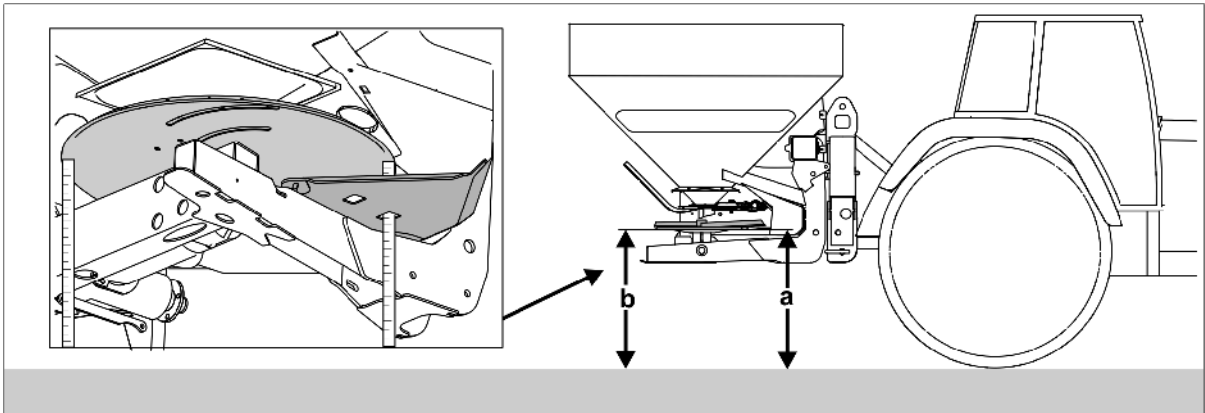

Fig. 60
- Work menu: select Automatic fertiliser calibration (Fig. 60 /1).